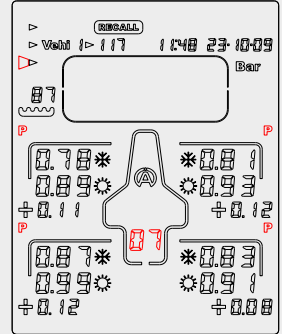

Figure 10
4) Avec le bouton  ou , sélectionnez le « CADRAN » (figure 10)
Sur l'exemple « Figure 10 », le Tyrecontrol 2 affiche pour le véhicule 1, la première phase de données du dernier « Set » enregistré, c-à-d les pressions des pneus avant  et après  course + les écarts.